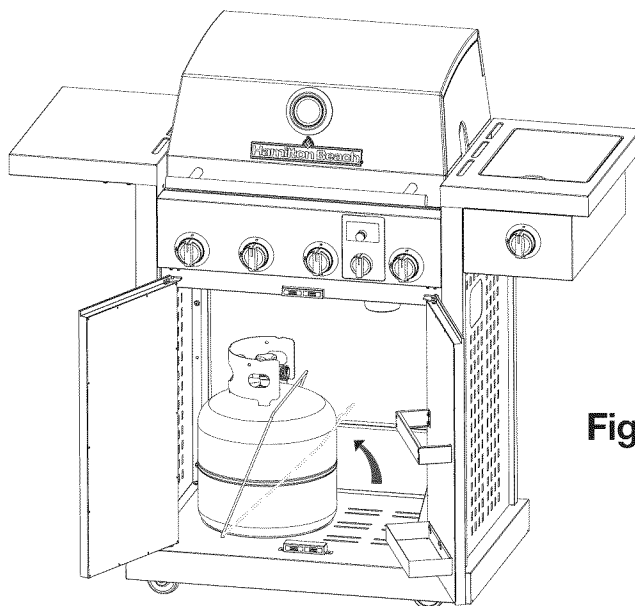

Fig. 14
1. Coloque el tanque de LP dentro del orificio del estante inferior con la abertura del collarín del tanque orientado hacia el frente como se indica. Eleve el soporte del tanque para sostener el tanque de LP firmemente en su lugar como en la **Fig. 14**.
4. El tanque debe estar orientado de modo de brindar una eliminación de vapor adecuada, como se indica en la **Fig. 14**.
8. Pueden utilizarse otros tanques con su parrilla siempre y cuando sean compatibles con los medios de retención del tanque indicados en la **Fig. 14**.